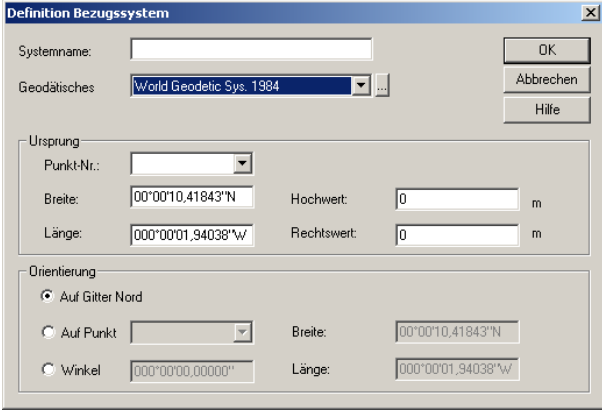

Abbildung 9.10. Dialogfeld "Geländesystem"
2. Wählen Sie **NEU** als **Geländesystem** und klicken Sie auf die Schaltfläche **Festlegen** , um das Dialogfeld **Definition Geländesystem** zu öffnen, Abbildung 9.10.